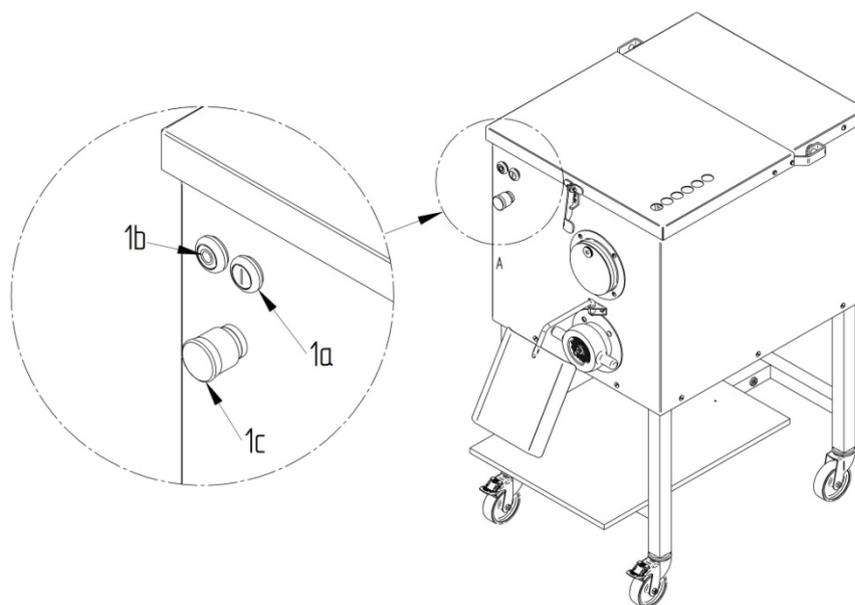

Рисунок 1
В модели LM-22/A и LM-82/A кнопка ПУСК/СТОП, а также красная кнопка аварийной остановки расположены на лицевой стороне мясорубки (Рисунок 1: № 1a, 1b, 1c). Кнопка Пуск снабжена выключателем низкого напряжения для предотвращения непроизвольного включения машины после остановки машины из-за отключения электричества.
1. **ОСТАНОВИТЕ** машину нажав на черную кнопку Стоп (Рисунок 1, № 1b).
При условии, что все требования, указанные в разделе 5.1.2 соблюдены, мясорубка включается нажатием на белую кнопку Пуск (Рисунок 1, № 1a). В моделях LM-22A и LM-82A мясорубка и смеситель начинают работать одновременно с нажатием кнопки Пуск.
Мясорубка может быть остановлена нажатием на черную кнопку Стоп. (Рисунок 1, № 1b) или **в случае необходимости** нажатием на **КНОПКУ АВАРИЙНОЙ ОСТАНОВКИ** (Рисунок 1, № 1c). Машина также снабжена выключателем низкого напряжения для предотвращения непроизвольного включения машины после остановки машины из-за временного отключения электричества.